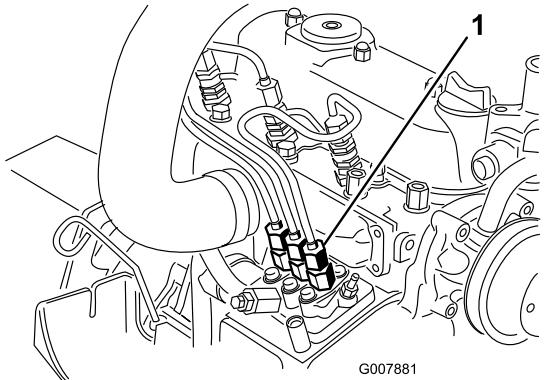

Figure 37
1. Placez un chiffon sous le raccord du tuyau allant de la pompe d'injection à l'injecteur n° 1 comme montré à la Figure 37.